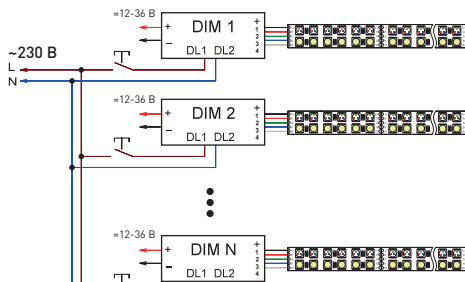

Рисунок 3. Использование управления PUSH DIM
3.14. При необходимости можно использовать режим управления PUSH DIM (Рис. 3).